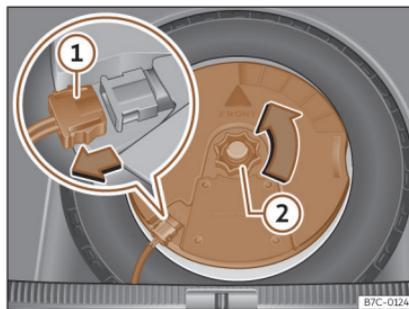

Fig. 209 Dans le coffre à bagages : démonter le subwoofer.
- Déconnectez le câble du haut-parleur *subwoofer*»» **fig. 209** ①.
- Dévissez la molette de fixation en la tournant dans le sens inverse des aiguilles d'une montre»» **fig. 209** ②.